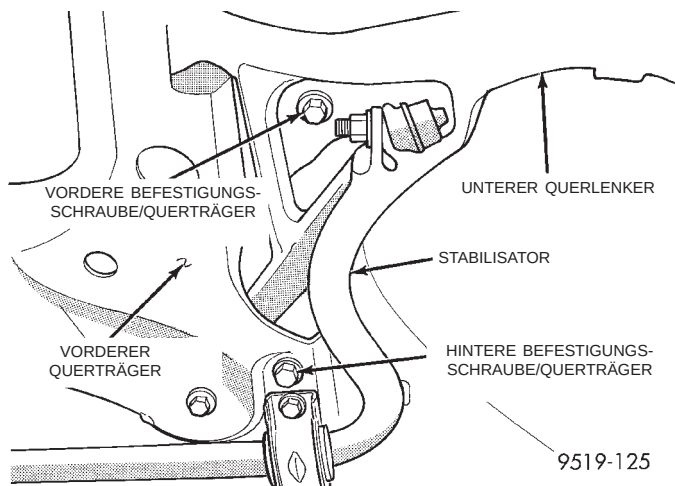

**Abb. 17 Befestigungsschrauben des vorderen Querträgers am Fahrzeug**
(17) Einen Getriebewagenheber unter die Mitte des vorderen Querträgers stellen. Mit dem Getriebewagenheber wird der Querträger vor dem Ausbau des Lenkgetriebes abgesenkt und nach dem Einbau angehoben.
(18) Auf beiden Seiten die vorderen Schrauben ausbauen, mit denen der Querträger an den Längsträgern des Fahrzeugs befestigt ist (Abb. 17). Dann auf beiden Seiten die hinteren Schrauben lockern, mit denen der Querträger an der Karosserie befestigt ist.
(3) Mit dem Getriebewagenheber den vorderen Querträger und das Lenkgetriebe anheben, so daß der Querträger die Karosserie und die Längsträger berührt. Die beiden hinteren Befestigungsschrauben des Querträgers in die Gewindeplatten an der Karosserie eindrehen (Abb. 17). Dann die beiden vorderen Schrauben eindrehen, mit denen der Querträger an den Längsträgern befestigt wird (Abb. 17). Die vier